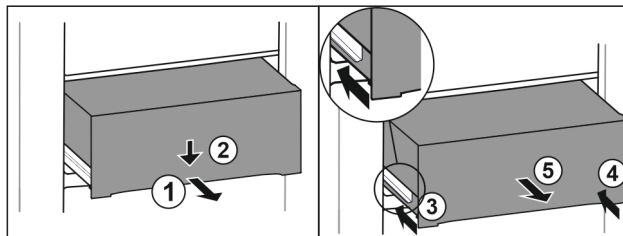

Fig. 154
- ▶ Izvucite ladicu na pola. Fig. 154 (1)
- ▶ Pritisnite ladicu naprijed prema dolje. Fig. 154 (2)
- ▶ Gurnite lijevu vodilicu za oko 2 cm. Fig. 154 (3)
- ▶ Gurnite desnu vodilicu za oko 2 cm. Fig. 154 (4)
- ▶ Izvadite ladicu prema naprijed. Fig. 154 (5)